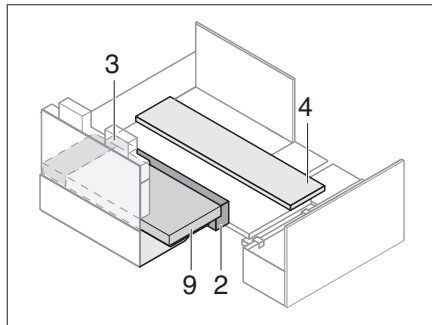

Fig. 222 Positionner le coussin supplémentaire
- Positionner le coussin supplémentaire (Fig. 222) L'écartement est déterminé par les coussins insérés.
- Insérer le coussin d'assise et les élargissements de siège. Placer le coussin de dossier (Fig. 222,9) sur le coussin supplémentaire.